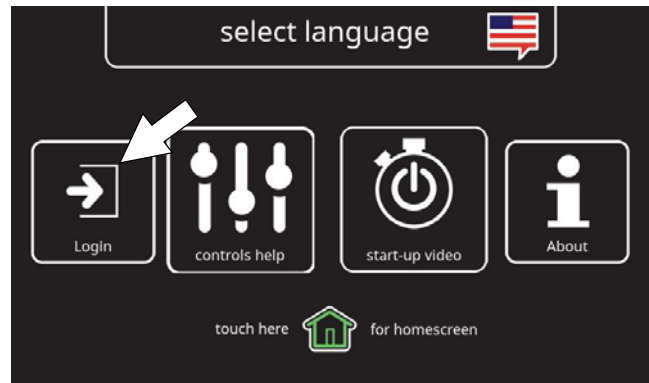

FIG. 158
2. Press the login button (Figure 158).